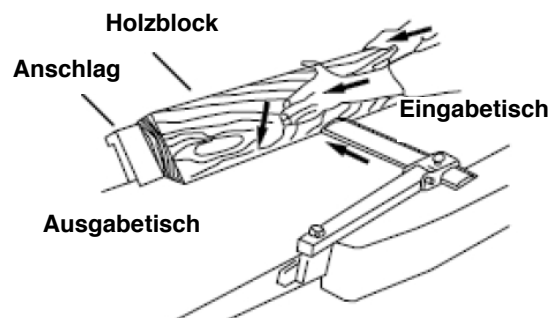

Abb. 24: Abschrägvorgang
Schritt 5: Führen Sie das Material durch den Schneidkopf und stellen Sie dabei sicher, dass die Vorderseite des Materials völlig flach gegen den Zaun gedrückt ist und die Kante festen Kontakt hat mit dem Einlauf- und Auslauftisch (Abb.24).